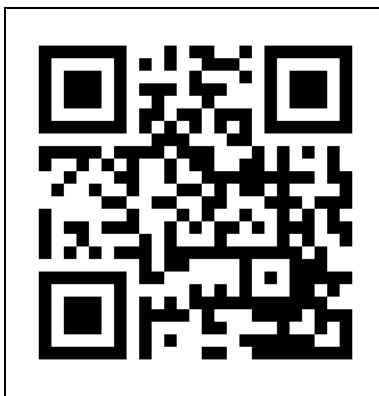

Figura 16
1. Deschideți manualul aplicației Eurom Smart cu codul QR (Figura 16) sau accesați www.eurom.nl/nl/manuals.